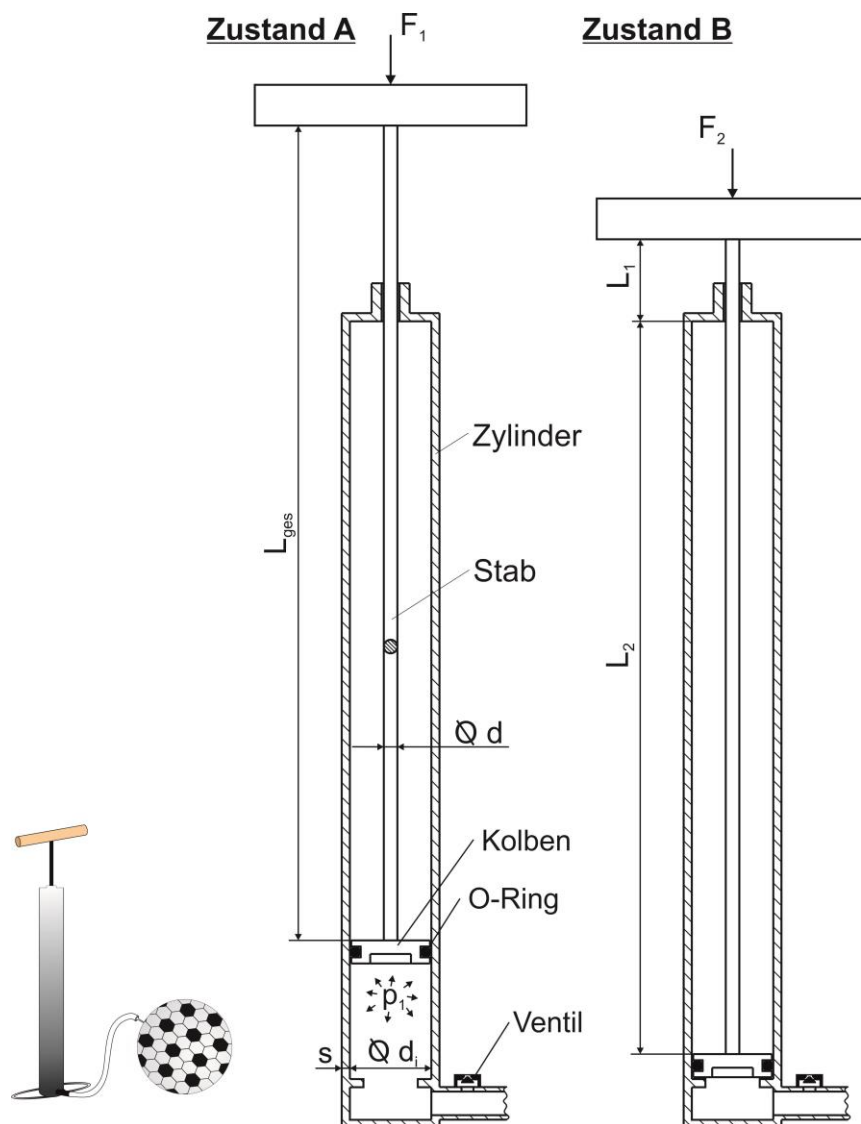

Abbildung 2.1: Ball-Pumpe
Ein Fußball soll mit einer Handpumpe (siehe Abbildung 2.1) aufgepumpt werden. Zylinder, Stab und Kolben der Pumpe sind aus der Aluminiumlegierung EN AW-2014 gefertigt.
Es kann ein Lastangriff entsprechend Zustand A in Abbildung 2.1 angenommen werden.
- e) Der Stab der Pumpe ist vollständig eingefahren (siehe Zustand B in Abbildung 2.1) und es wirkt die Druckkraft  $F_2 = -350\text{N}$ . Kann ein Knicken des Stabes mit Sicherheit ausgeschlossen werden? Berechnen Sie die Sicherheit gegen Knicken.
Es kann ein Lastangriff entsprechend Zustand B in Abbildung 2.1 angenommen werden. Der Kolben kann innerhalb des Zylinders nicht verkanten.